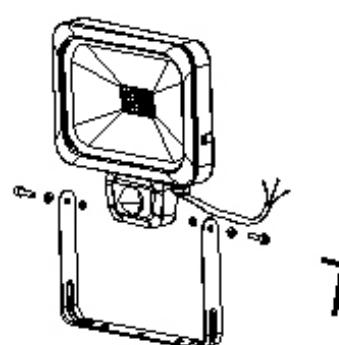
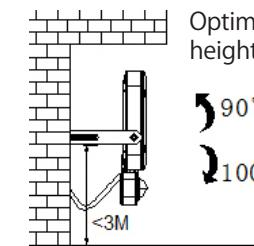

Bild 1
fig. 2
1. Die 2 Schrauben (Bild 1) lösen, die Unterlegscheiben und Zahnscheiben entfernen und den Halter abnehmen.
4. Fasten the LED floodlight with the screws (fig. 1), washers and tooth washers on the bracket. Align the LED spotlight (fig. 2) and tighten the screws.